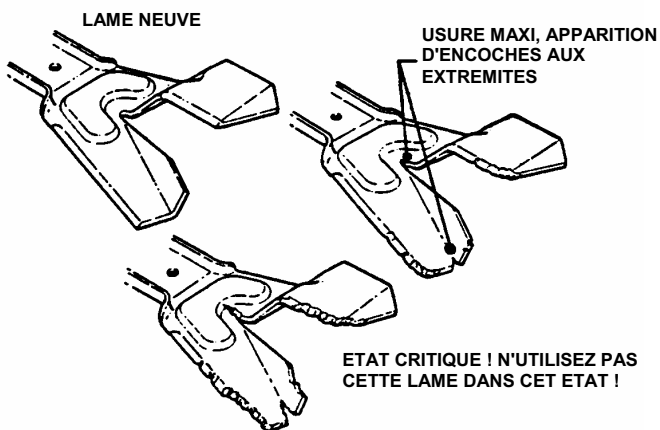

FIGURE 4.2
1. Vérifiez fréquemment l'état de la lame et détectez d'éventuels signes d'usure ou de détérioration. Voir figure 4.2.